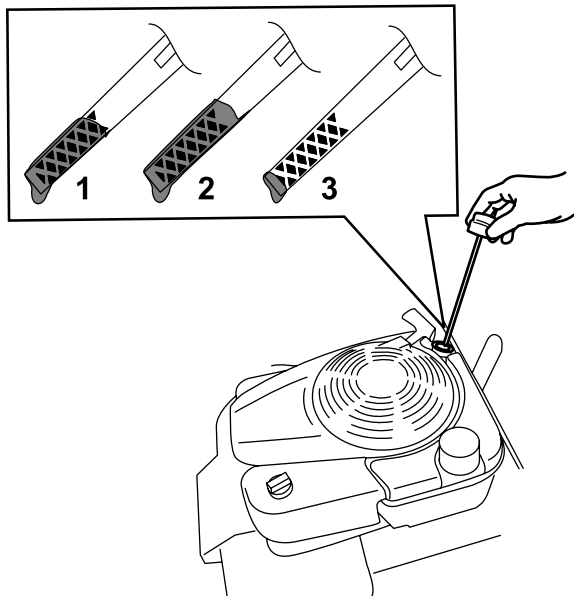

Figure 29
3. Tournez le bouchon dans le sens antihoraire et sortez la jauge (Figure 29).
10. Vérifiez le niveau d'huile indiqué par la jauge (Figure 29).